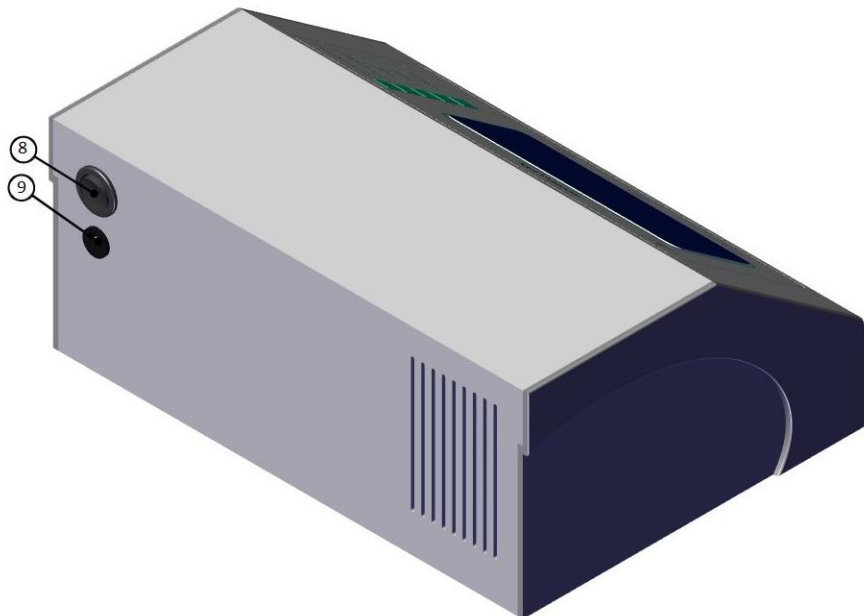

Figura 2. Painel traseiro Scopeclean
1. Retire a fonte de alimentação da embalagem e conecte o Plugue P4 na entrada da fonte de alimentação da lavadora (Ver item 9 da Figura 2).
Verifique se a Chave de Liga/Desliga (Ver item 10 da Figura 2) está desligado antes de conectar a fonte de alimentação a tomada. A chave desligada deverá estar pressionada para baixo.
Antes de começar a operacionalizar as funções da sua lavadora, o usuário deverá ligar a Chave de Liga/Desliga pressionando-a para cima. A Chave de Liga/Desliga fica localizada no painel traseiro (Ver item 8 da Figura 2). Após pressionar para cima, aguarde a inicialização da máquina.